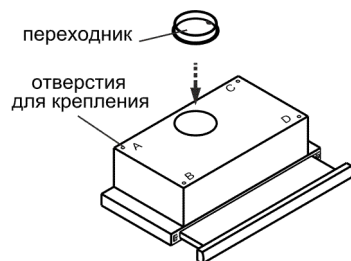
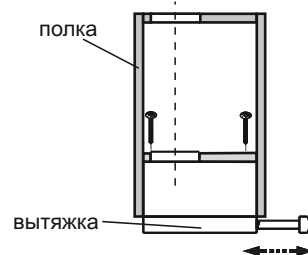

рис. 4
рис. 5
- снимите алюминиевый фильтр (рис. 4);
6.1 Установите пластиковый переходник и зафиксируйте его защелками (рис. 4).
6.3 Крепление кухонной вытяжки к верхней полке над плитой (рис. 4, рис. 5):